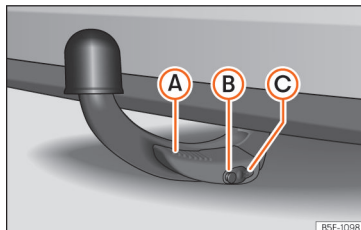

Fig. 176 Gancho de reboque fixado corretamente
- A alavanca (A) está acima »» Fig. 176.
- A parte vermelha e verde do perno de desbloqueio (B) está completamente visível »» Fig. 176.
- A tampa (C) encontra-se sobre a fechadura »» Fig. 176.
- Ao libertar o gancho de reboque, para evitar trilhar os dedos, recomenda-se manter as mãos retiradas da alavanca (A) »» Fig. 176.